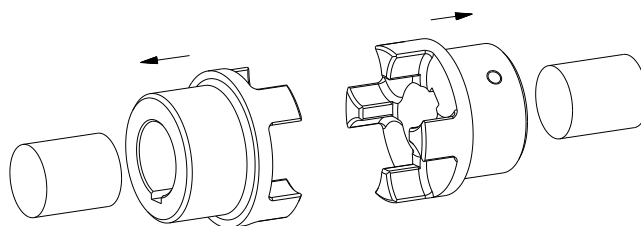

Fig. 10: Montage af nav
- Monter navene på akslens på ind- og udgangsside (se fig. 10).